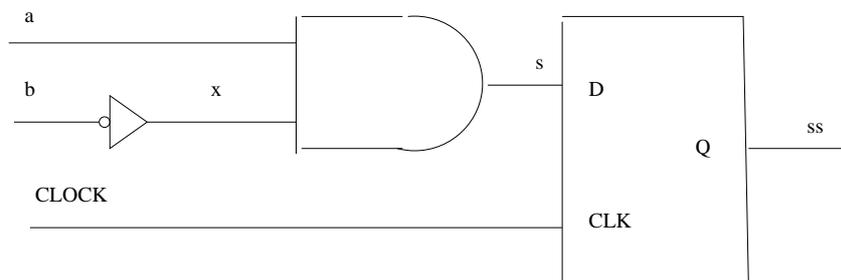

FIGURE 9.4 – Circuit synchrone
**Exemple.**- Modifions le circuit vu dans l'exemple ci-dessus selon la figure 9.4, de façon à ce que les sorties ne soient pas erronées après une impulsion d'horloge. La sortie à prendre en considération est  $ss$ , la sortie synchronisée.